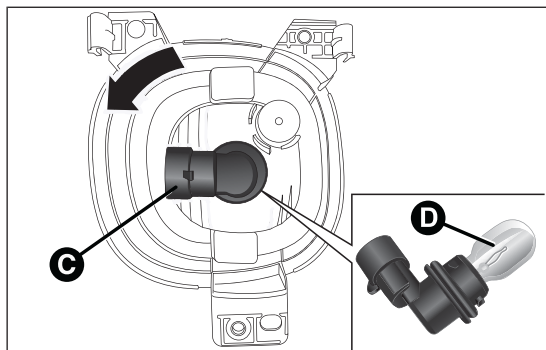

fig. 176
- débrancher le connecteur électrique et tourner la douille C fig. 176 dans le sens antihoraire ;